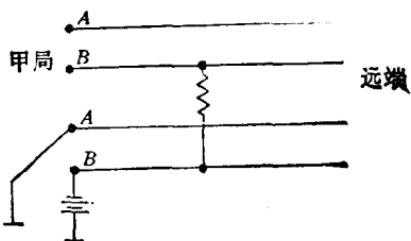

图 1-6
(1) 混他对电源线。某对 A 线(或 B 线)混其相邻线的 B 线, B 线是接至机房电源上的, 所以某对一根芯线是混他对芯线的电源线, 如图 1-6 所示。